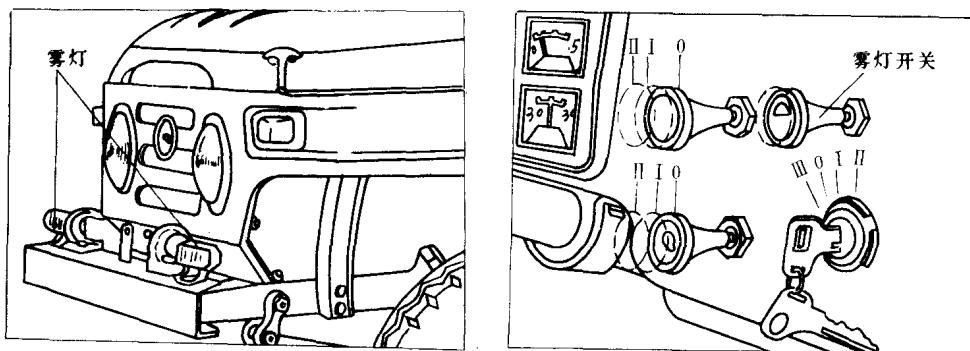

图 1-10 雾灯及雾灯开关
6. 雾灯开关 它位于点火开关上面(图 1-10),用来控制装在前保险杠左、右的两个雾灯。开关拉出第一档时,雾灯亮;拉出至第二档时,雾灯灭。